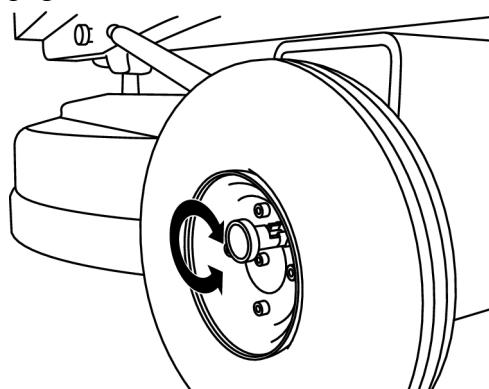

Figura 4-4. Girar 90 grados
- Girar el pasador de bloqueo 90 grados y soltarlo en posición fijada, ver Figura 4-4, página 19.